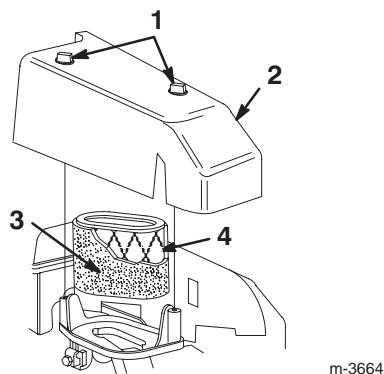

Figure 15
3. Enlevez les deux boutons qui fixe le couvercle du filtre à air au moteur (Fig. 15).
4. Déposez le couvercle et nettoyez-le soigneusement (Fig. 15).
6. Si le préfiltre est encrassé, lavez-le avec précaution avec de l'eau et un détergent doux. Rincez le préfiltre à l'eau claire et laissez-le sécher complètement (Fig. 15).
8. Remettez le préfiltre sur l'élément en papier (Fig. 15).
9. Reposez le couvercle du filtre à air (Fig. 15).
10. Fixez-le en place avec les deux boutons (Fig. 15).